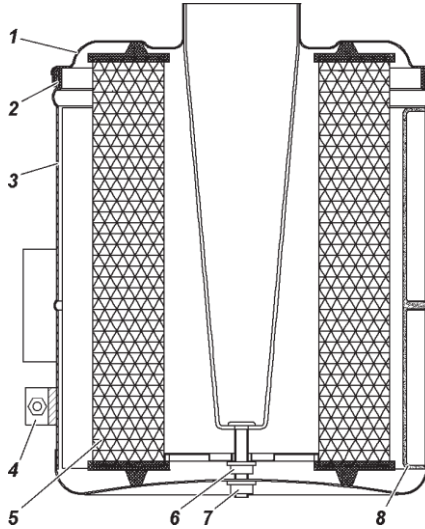

Fig. 9.9 Filtro de aire:
- desenrosque la tuerca del collarín 4 (fig. 9.9), retire el collarín y el filtro de aire;